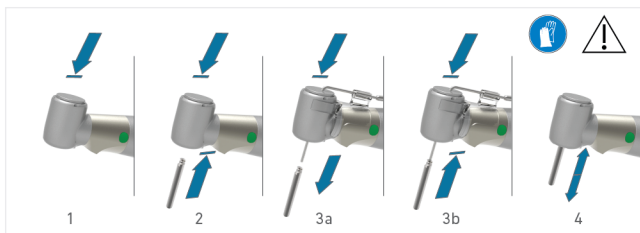

РИС.3
1. Одновременно нажмите кнопку зажим и извлеките инструмент (РИС.3, этап 1).
2. Нажмите кнопку зажим, вставьте до упора новый инструмент и отпустите кнопку зажим (РИС.3, этап 2).
охлаждающую трубку на месте во время замены инструмента (РИС.3 этапы 3а и 3б).
Убедитесь, что бор может беспрепятственно вращаться и остается в надлежащем положении под нагрузкой (РИС.3, этап 4).
2. Снимите бор (РИС. 3, этап 1).